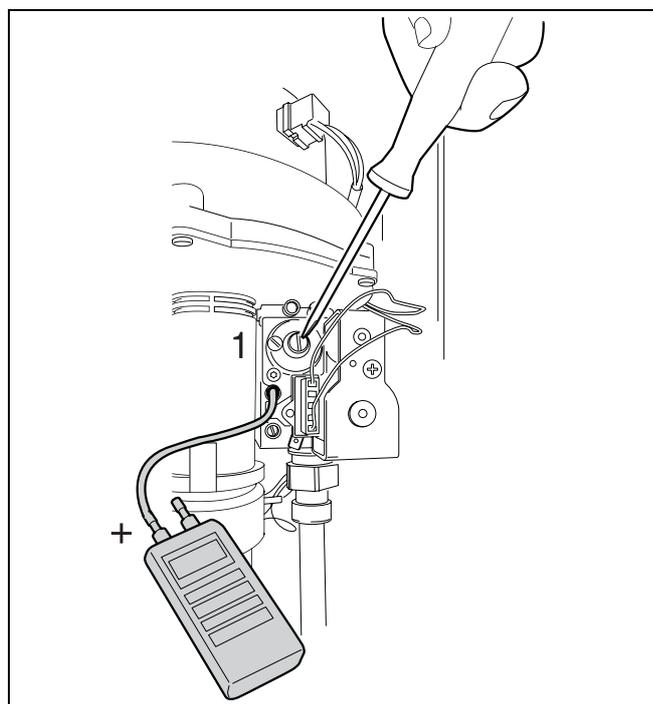

Fig. 31 Messa a punto rapporto gas/aria
- Rimettere a posto la calotta (fig. 31, pos. 1).
- Utilizzare una chiave a brugola (da 4 mm) per regolare la vite di regolazione della pressione del bruciatore (fig. 31, pos. 1) nella posizione richiesta per ottenere la corretta differenza di pressione (rapporto gas/aria).